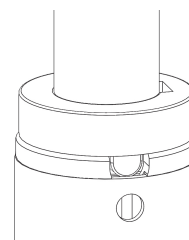

図 23 – 点滴ポールを固定する
2. 点滴ボールを回転させて付属スリーブに固定します (図 23)。